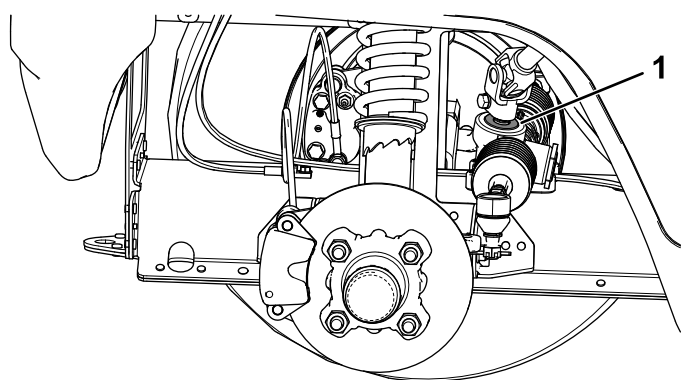

Figure 45
**Important:** Vérifier l'état et la fixation du joint de l'arbre de pignon (Figure 45).